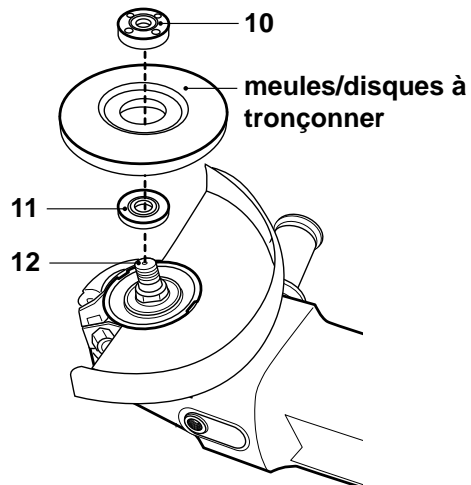

Fig. 13
- > Placez la meule/disque à tronçonner [16, 17] sur la broche, avec l'étiquette orientée vers l'appareil. Le trou situé sur le disque doit se positionner sur la broche et s'ajuster exactement à la partie saillante de la contre-bride [11] (Fig. 13).